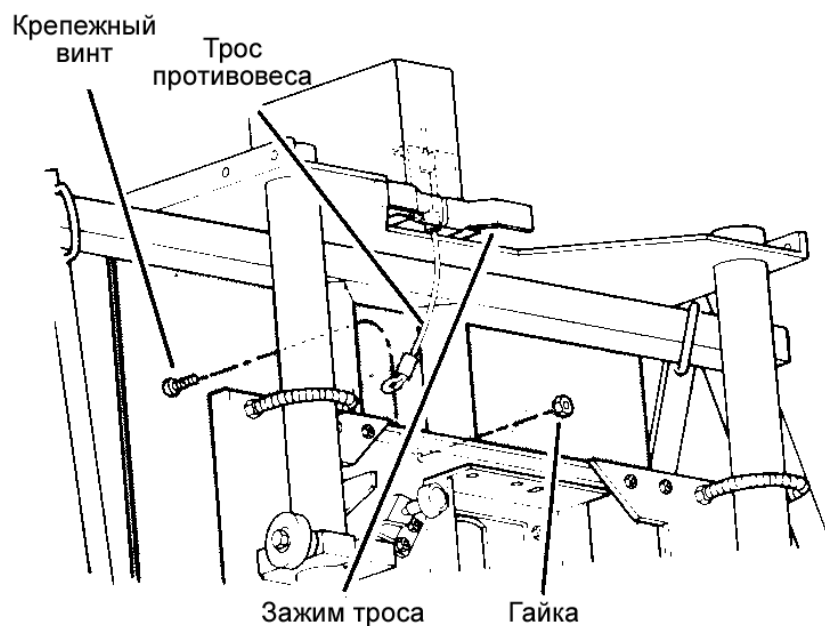

РИС. 2. Крепление противовеса к пильному узлу
4. Держите конец троса сзади пильного узла. Снимите крепежный болт и гайку с конца троса, и с их помощью соедините конец троса с овальным отверстием на пильном узле. Надежно затяните гайку (см. РИС. 2).